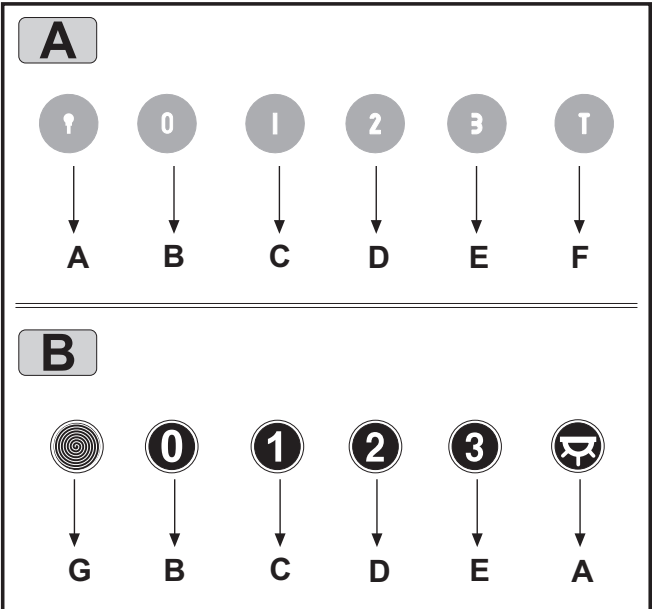

Fig.9
• BEDIENUNG: (Abb.9 B) MIT BELEUCHTUNG